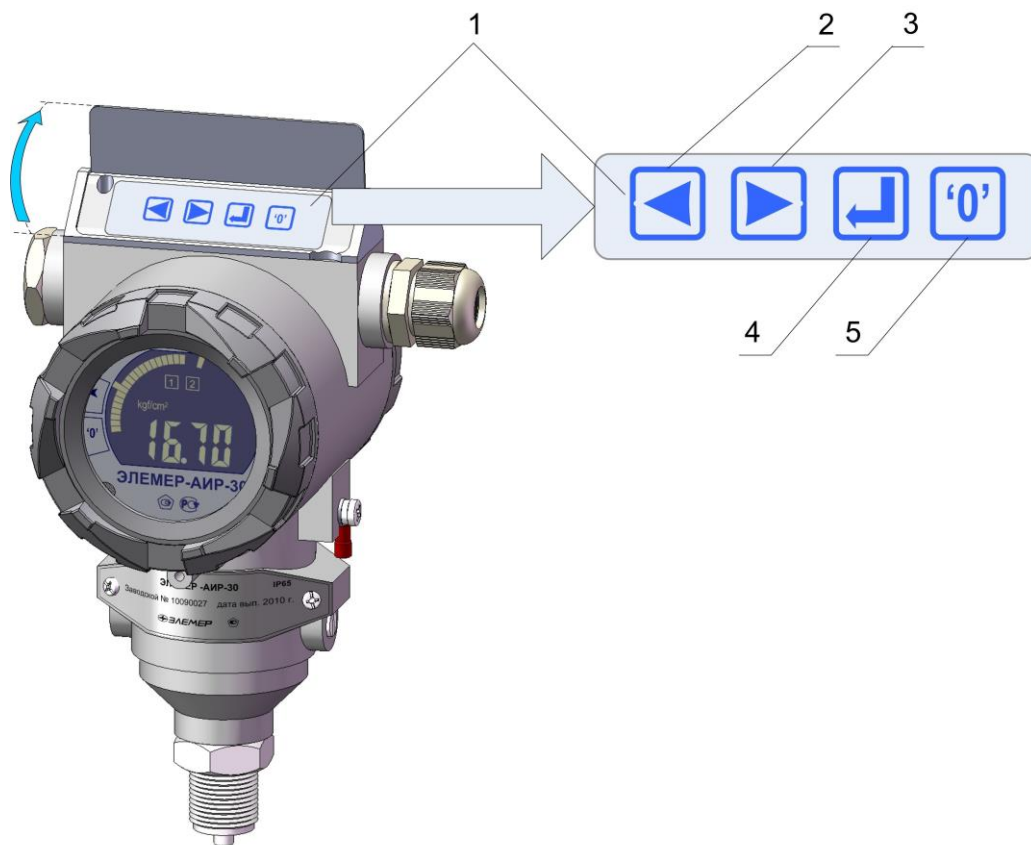
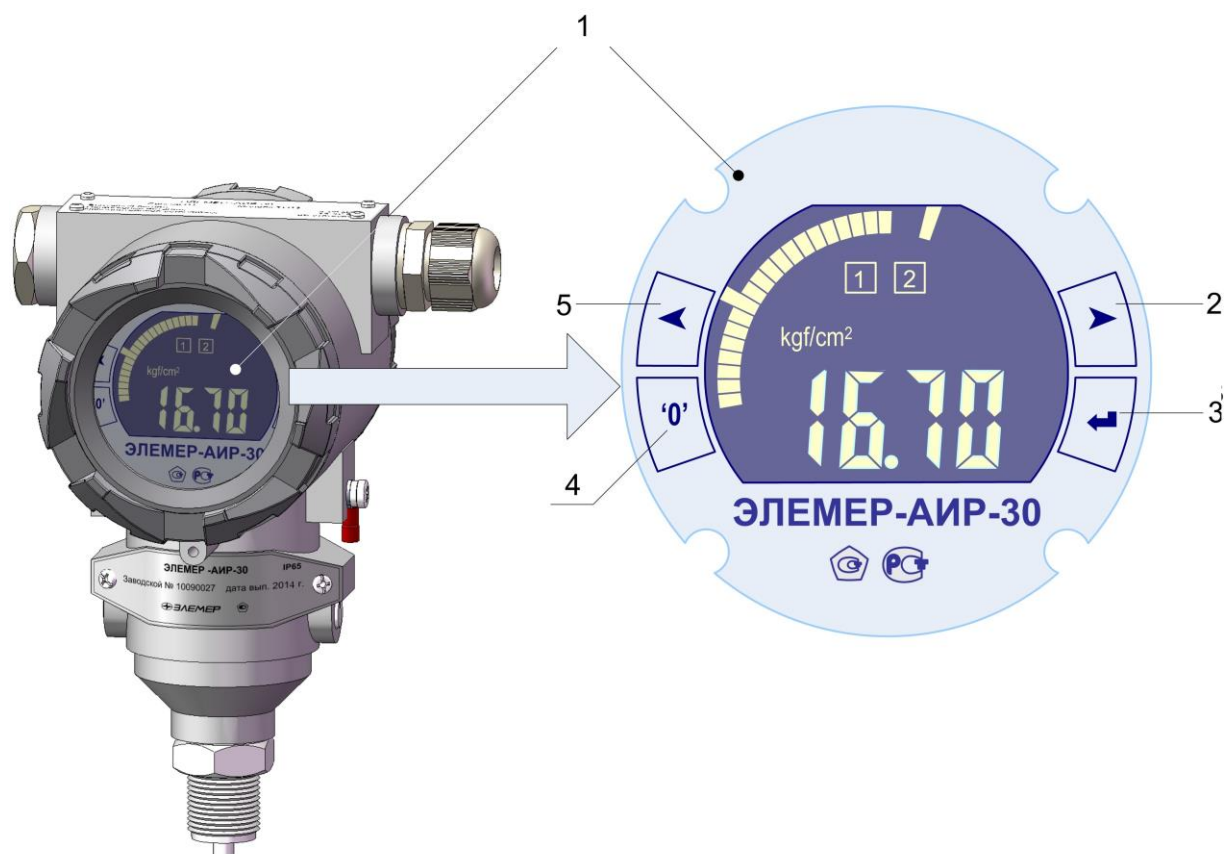

Рисунок 2.4
Рисунок 2.5
2.3.2.9. Модуль индикации МИП содержит в своём составе комбинированный жидкокристаллический индикатор (ЖКИ), кнопки управления прибором, которые функционируют в исполнении без наружного блока управления, переключатели управления свечением подсветки, собственно светодиодную подсветку и панель индикатора с изображением графики кнопок и названия прибора (см. рис. 2.5).
Кнопки для работы с меню и кнопка подстройки (корректировки) «нуля» расположены на панели 1 наружного блока управления (см. рисунок 2.4) и/или на панели индикатора 1 (см. рисунок 2.5).